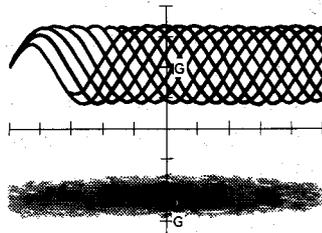

Abb. 31
- Für Abbildung 31: AF hat sich etwas verschoben.